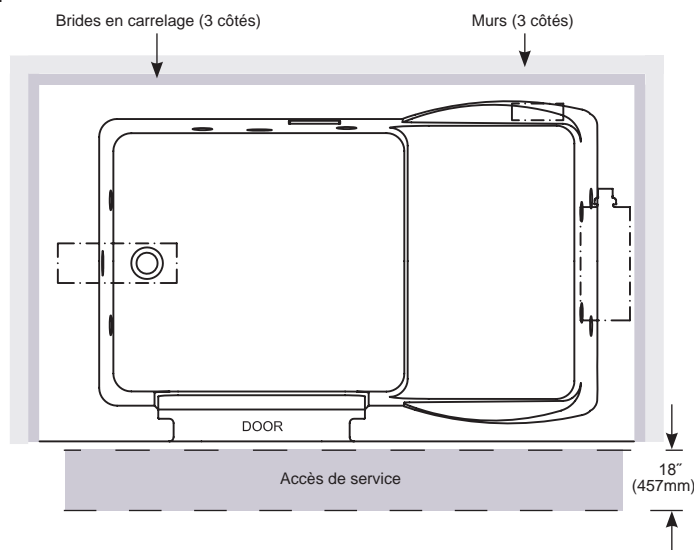

Figure 1 - accès pour le service
- Conformément au code, vous devez prévoir un accès pour le service de l'équipement. L'installateur doit prévoir un accès suffisant pour le service. L'espace d'accès minimal recommandé pour le service est de 45,7 cm (18 po) comme il est indiqué dans l'illustration d'accès de service (figure 1).